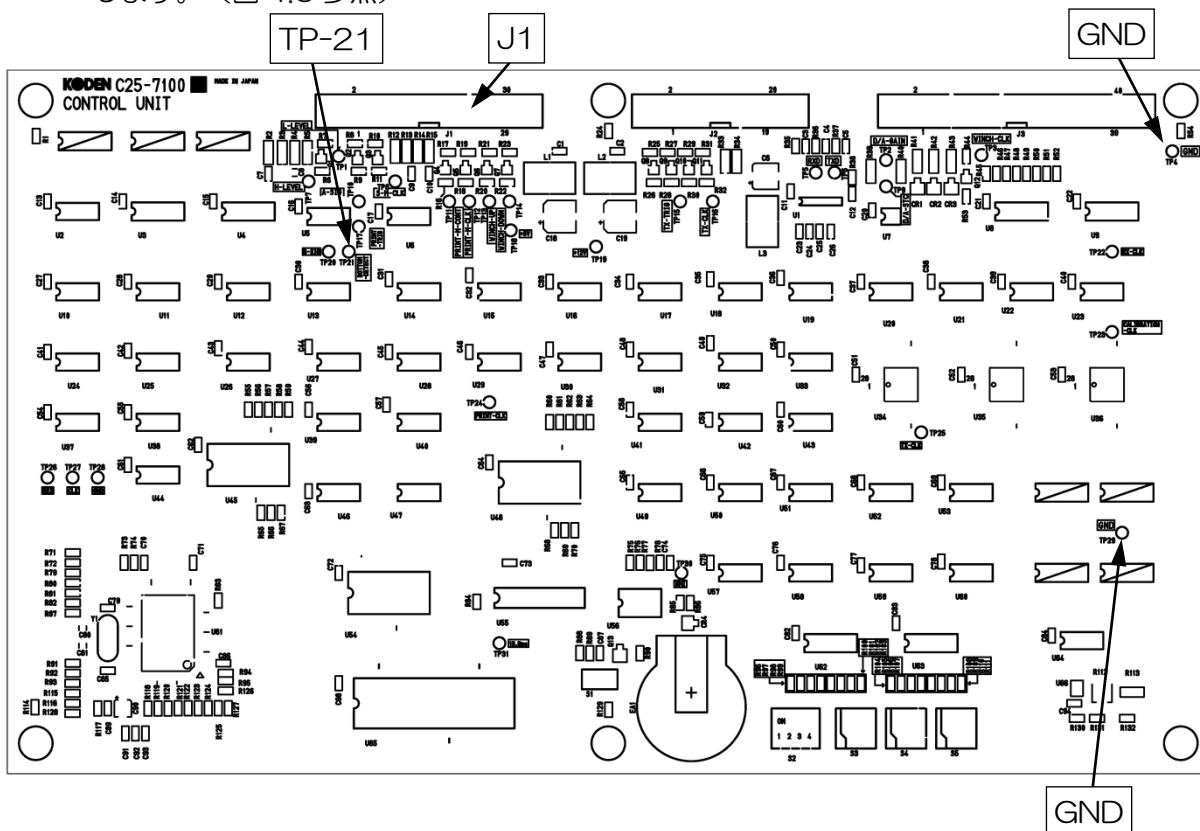

図 4.6 C25-7100 TP-21、GND 端子配置説明図
3. C25-7100 の TP-21 と GND (C25-7100 の止めねじでも可) 間をテスターで確認します。(図 4.6 参照)